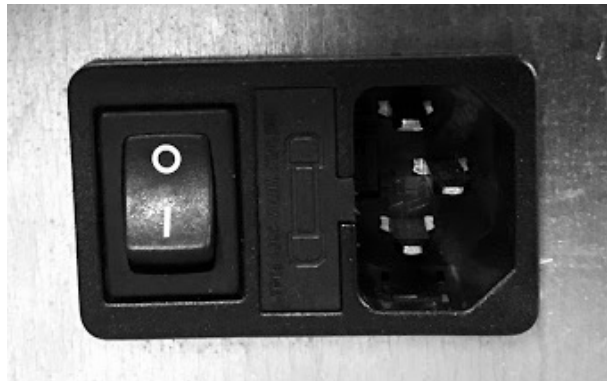

Fig. 79 - Prise électrique avec interrupteur général
- Brancher le câble d'alimentation avant sur le dos du poêle (voir **Fig. 79**), puis à une prise murale.
- L'interrupteur général 0/I (voir **Fig. 79**) ne doit être activé que pour allumer le poêle ; si ce n'est pas le cas, il est conseillé de le tenir éteint.